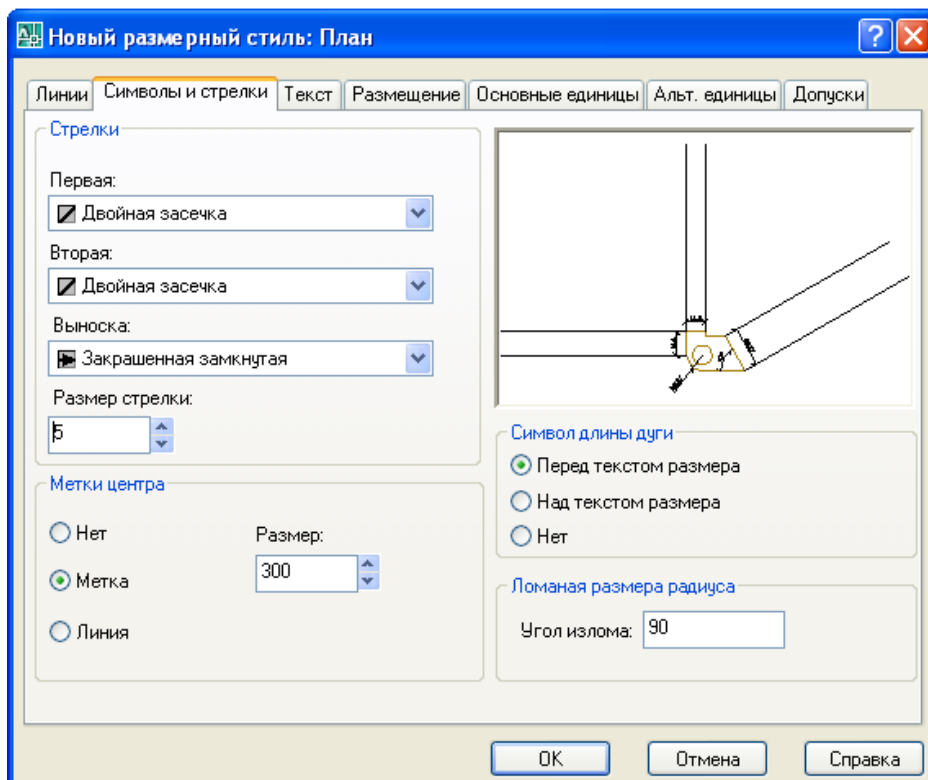

Рис. 3.71. Новый розмірний стиль. Вкладка **Символы и стрелки**
- ◆ маркер центра (вкладка **Символы и стрелки**, Рис. 3.71) – 300 мм;